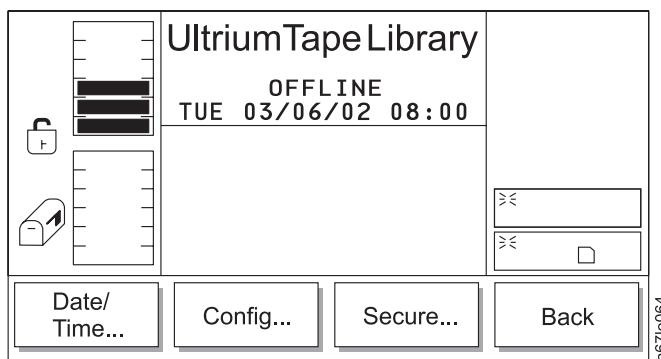

Abbildung 148. Dienstprogrammuntermenü
Tabelle 97. Übersetzung von Abb. 148, Dienstprogrammuntermenü
- Wird **Cancel** ausgewählt, erscheint das Dienstprogrammundermenü (siehe Abb. 148 auf Seite 164).
- Wird **Cancel** ausgewählt, erscheint das Dienstprogrammummenü (siehe Abb. 148 auf Seite 164).
- Wird **OK** ausgewählt, erscheint das Dienstprogrammuntermenü (siehe Abb. 148 auf Seite 164).
- Wird **Cancel** ausgewählt, erscheint das Dienstprogrammuntermenü (siehe Abb. 148 auf Seite 164).